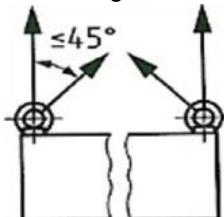

Abbildung 4: Maximaler
- ◆ Die Ringschrauben sind mit einem maximalen Winkel von 45° zu beladen (siehe Abbildung 4).